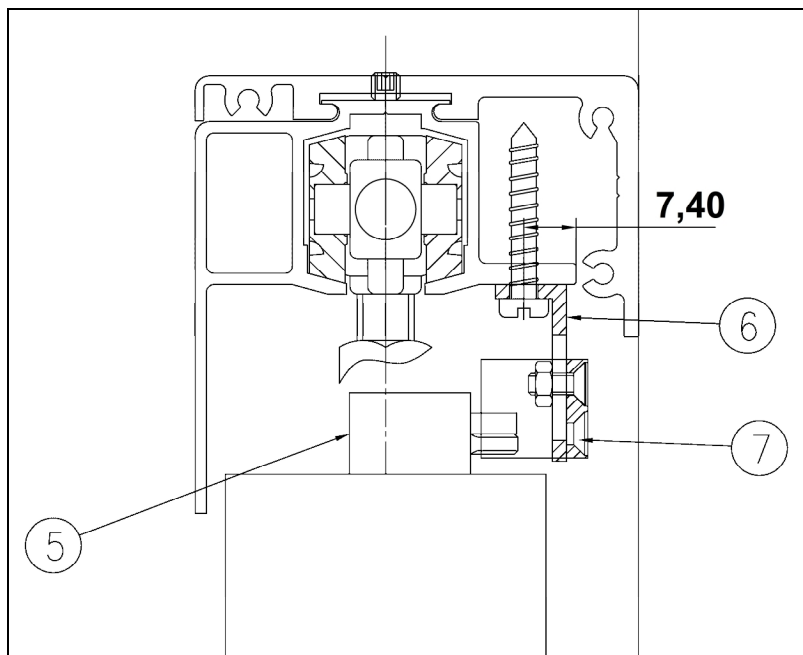

Fig. 6 Componenti della staffa di aggancio
- Regolare l'altezza del dente in nylon 7) in modo che agganci entrambi i denti in plastica del pistone senza toccare il bordo superiore dell'anta (vedere Fig.6)). Serrare il dado in modo da fissare in posizione il dente di nylon.